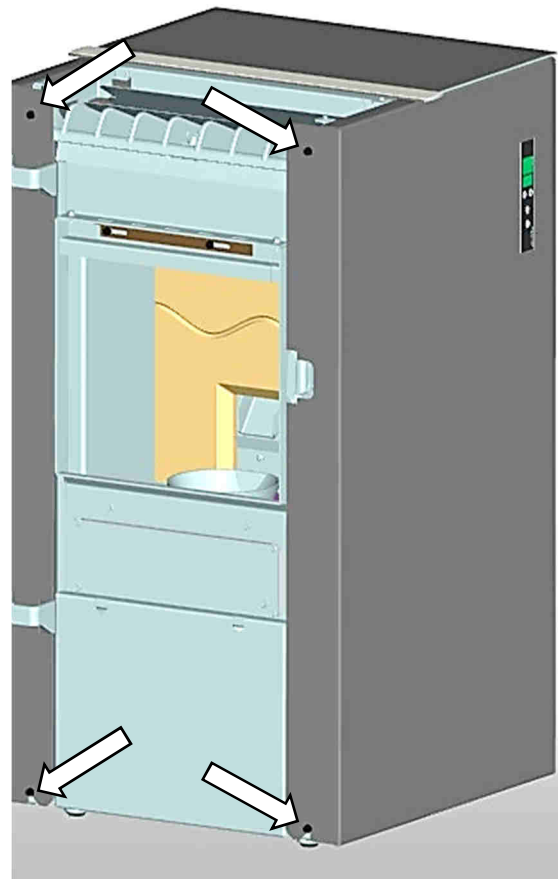

Abb. 42: Schrauben Vorderseite Pat selection/Pat selection eq
2. Obere Schrauben an der Vorderseite entfernen, untere Schrauben lösen (Abb. 42).